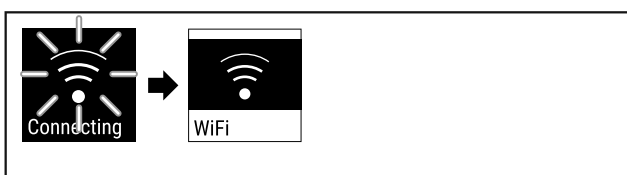

Fig. 76
- ▶ Verbindung wird hergestellt (siehe Fig. 76).